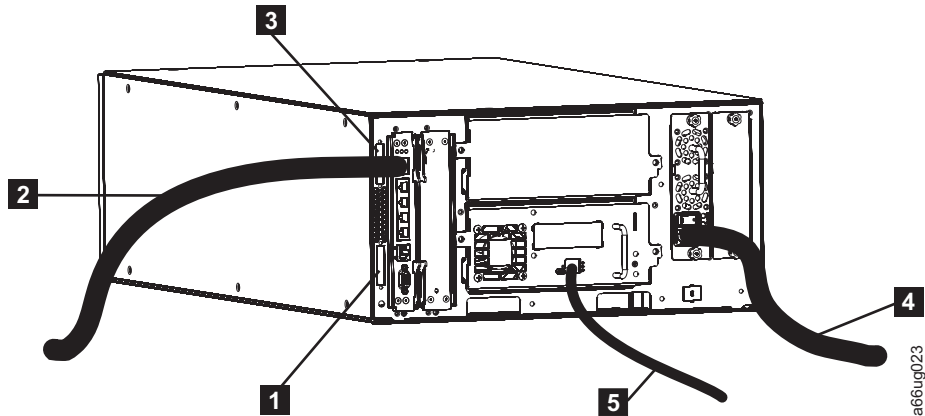

Abbildung 3-1. Verkabelung bei einem 5U-Kassettenarchiv
- Zwei Modul-DFV-Abschluss-Stecker (**1** und **3** in Abb. 3-1)
- Netzkabel an die einzelnen Netzteile (**4** in Abb. 3-1) und dann an den Versorgungsstromkreis